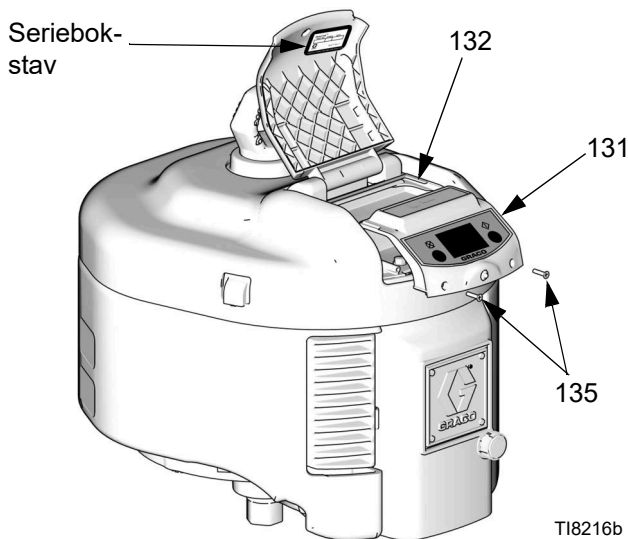

FIG. 4. Ta ut DataTrak-modulen
1. Ta ut de to skruene (135). Skyv DataTrak-modulen (131) forsiktig ut av huset (132). Se FIG. 4.
\* FIG. 4 viser hvor du finner seriebokstaven.